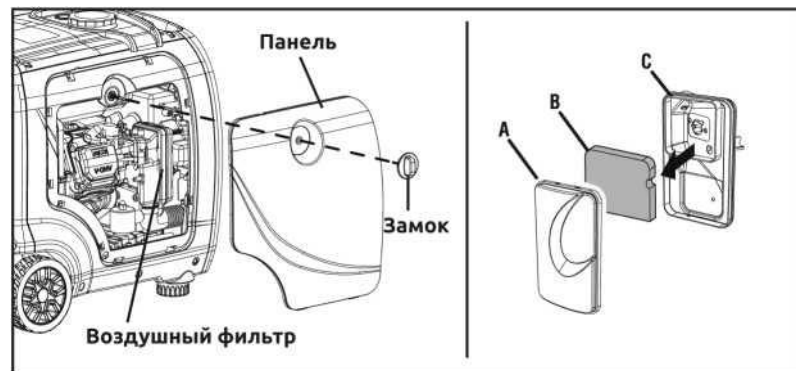

Рисунок 16 - Воздушный фильтр
Двигатель не будет работать на полную мощность, если воздушный фильтр будет поврежден или забит мусором. Прочищайте фильтр каждые 200 часов или раз в год (Рис. 16). Прочищайте чаще либо меняйте фильтр, если работа ведется в сильно запыленных условиях.
- Снимите защитный экран воздушного фильтра и вытащите фильтр (Рис. 16).